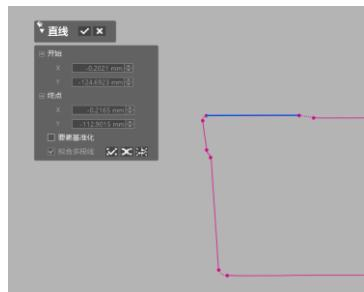
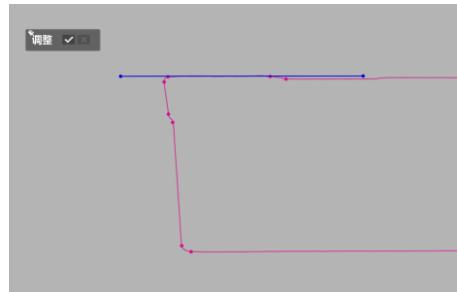

图 4.62 直线拟合
图 4.63 调整直线长度
7) 点击直线  按钮，选择要拟合出的直线，如图 4.62 所示。点击调整  按钮，对直线进行延长，如图 4.63 所示，点击退出  按钮退出草图环境。